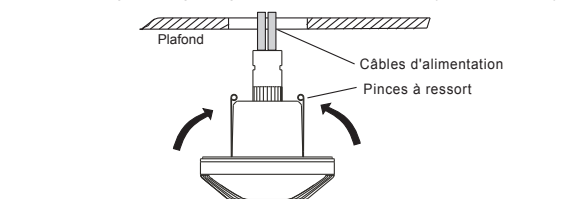

FIG. 12
3.3.2.4 Insérer les deux pinces à ressort du détecteur dans le trou percé, puis pousser vers le haut (voir FIG. 12).
3.3.3.4 Assembler le détecteur et le boîtier électrique, puis les fixer avec deux vis (voir FIG. 12).